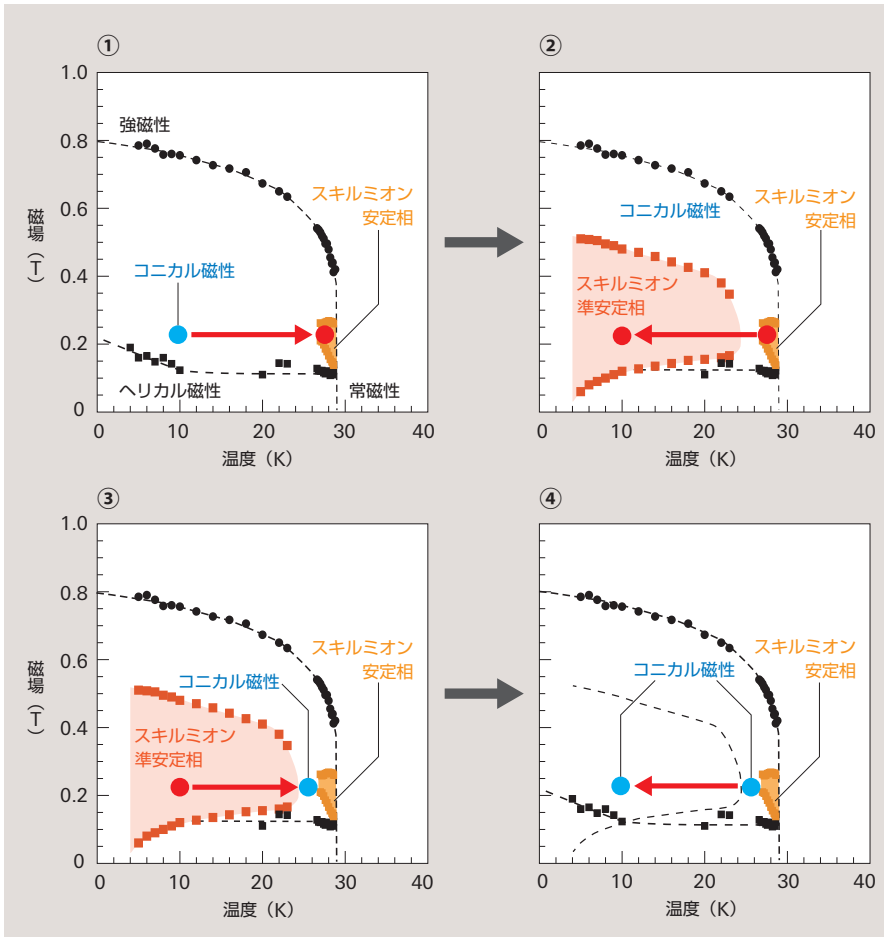

図6 MnSiのスキルミオン準安定相とコニカル磁性安定相の切り替え
性』という別のスピンの並び方が安定相である温度領域です。急冷されることで、スキルミオン安定相からコニカル磁性へスピンの向きが組み替わるのに必要な熱エネルギーと時間が得られず、スキルミオンの準安定相が現れたと考えられます」(図1右・図5b・図6①~②)
賀川ULたちは、MnSiのスキルミオン準安定相をコニカル磁性安定相に切り替える実験を行った。「スキルミオンの安定相と準安定相の間、23~27K付近はスキルミオン準安定相にとっては十分な熱エネルギーが得られる温度で、少しの時間滞在すればスキルミオン準安定相はコニカル磁性安定相になります。スキルミオン準安定相が実現しているMnSiに、23~27Kの温度になるようにパルス電流を10秒間流すことで、コニカル磁性安定相に切り替えることができました」(図6③~④)